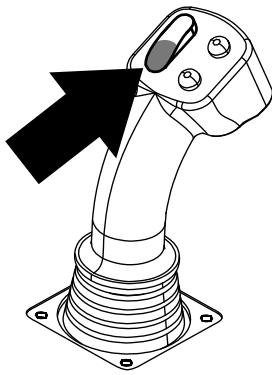
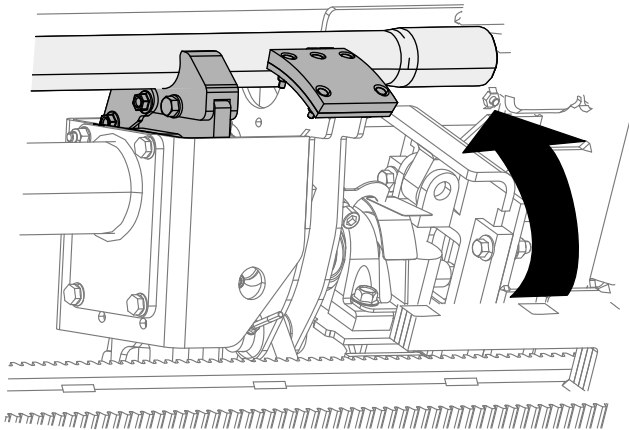

Bild 17
Bild 18
- Halten Sie den unteren Teil des Kippschalters (**Bild 17**), bis die Nocken sich zur ausgewählten Reihe unter dem Rohrkasten drehen (**Bild 18**).